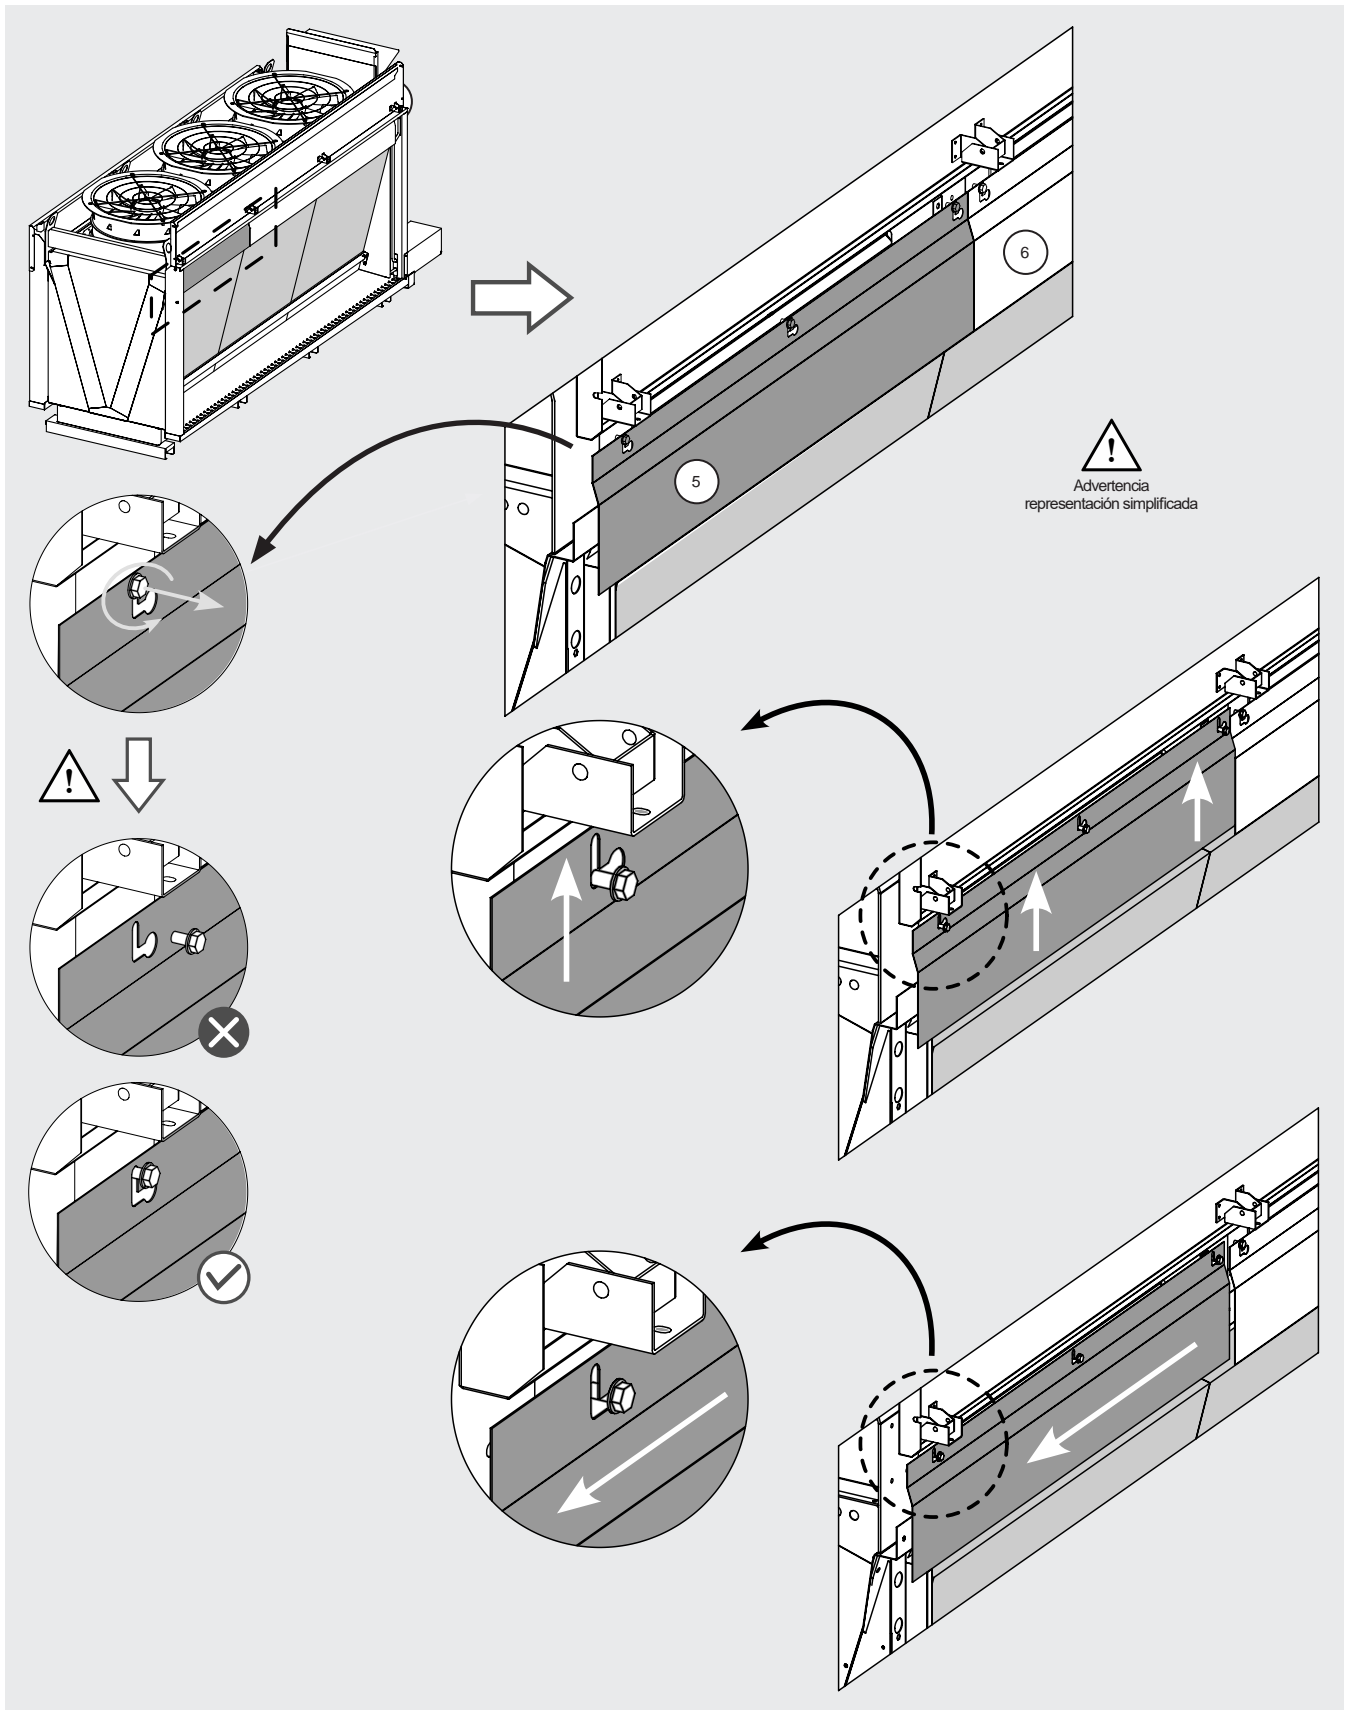

Figura 24
- 12.11.20 Afloje los tornillos (b) que sujetan la tapa (5) y (6) sin retirarlos completamente. Véase la Figura 24.